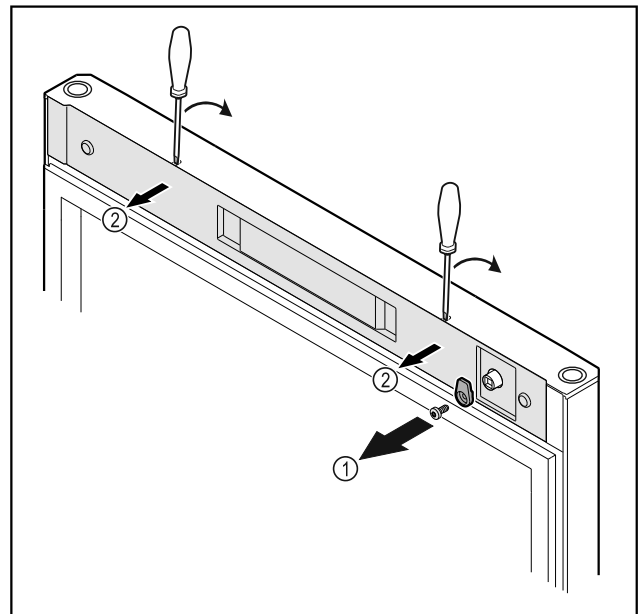

Fig. 7
- Schließhaken Fig. 7 (1) abschrauben.
- Abdeckung Fig. 7 (2) mit einem kleinen Schraubendreher ausrasten und abnehmen.